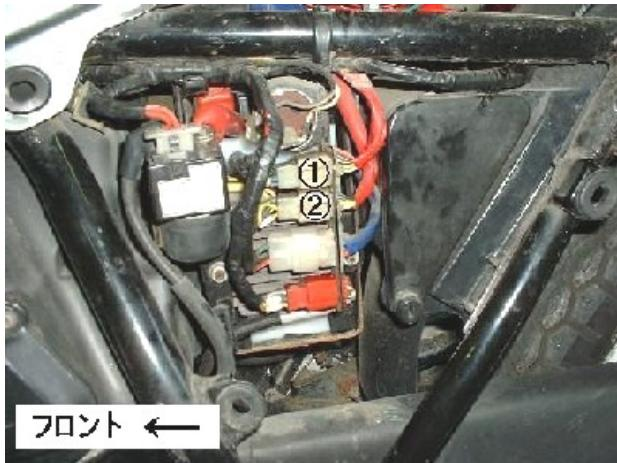

図5 コネクタの接続
- ④シート、左サイドカバーを外しイグナイタユニット(スパークユニット)を取り外して下さい。
- ⑤ユニットハーネスを使用し、SP2 コントロールユニットのコネクタ(1、4)を図5の①と、(2、3)を図5の②と接続して下さい。ユニットは、水などが溜まらないようにスイッチ面を横向きに設置して下さい。
- ⑥ノーマルコイルのまま、エンジンを始動させて作動を確認して下さい。
- ⑦ガソリンタンクを外して、ノーマルコイルを外して下さい。
- ⑧8ページ「プラグコードコネクタ装着方法」に従ってプラグコードを SP2 コイルに装着して下さい。プラグコード／キャップはリーク防止の為、新品又は良品を使用して下さい。